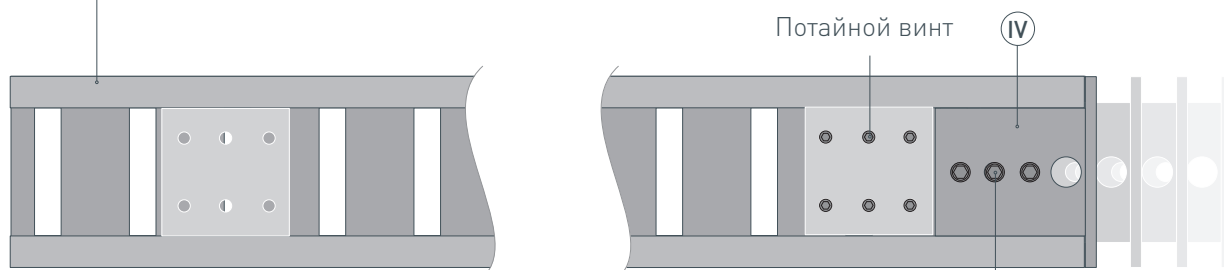

Рис. 2. Установка заглушки Ⓓ на профиль Ⓘ. Вид сверху
- 1** / Перед началом монтажа временно вытащите эластичную ленту-вставку Ⓥ из профиля Ⓘ. Установите на профиль Ⓘ фиксирующие крепления Ⓥ на одинаковом расстоянии друг от друга, как показано на рис. 1. Установите на один из концов профиля Ⓘ заглушку Ⓓ и при помощи шестигранного ключа зафиксируйте ее винтами из комплекта заглушек Ⓓ, как показано на рис. 2. Затяните потайными винтами фиксирующее крепление Ⓥ, расположенное на краю профиля Ⓘ с установленной заглушкой Ⓓ.